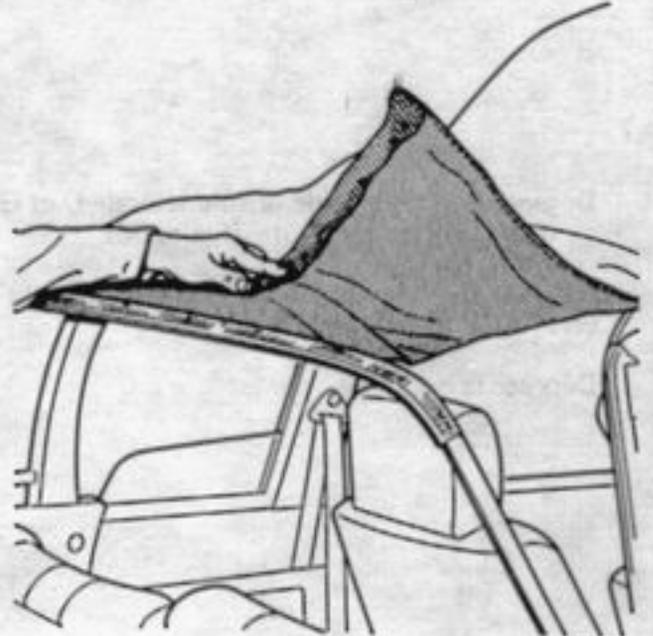

Figure 27 A 4904
- Décoller la doublure sur l'arceau AR, (figure 27)